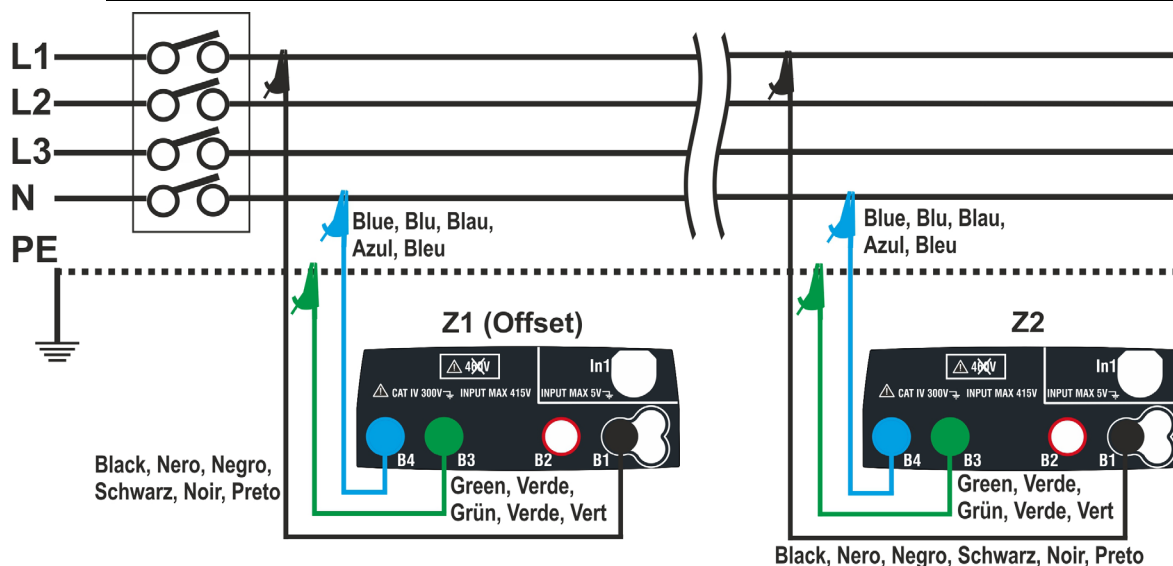

Fig. 34: Collegamento strumento per misura caduta di tensione in modo L-N
6. Passare al punto 9 nel caso in cui sia stato inserito manualmente il valore della **Z1 (Offset)**. **Nel caso in cui NON sia stato inserito manualmente il valore della Z1 (Offset)** collegare lo strumento nel punto iniziale della linea in esame (tipicamente a valle della protezione) in accordo alle Fig. 34 o Fig. 35 al fine di eseguire la prima misura di impedenza **Z1 (Offset)**. In tal caso lo strumento eseguirà la misura di impedenza presente a monte del punto iniziale della linea assumendola come riferimento iniziale. La seguente videata (relativa alla misura L-L) è mostrata a display
9. Collegare lo strumento nel punto finale della linea in esame in accordo alle Fig. 34 o Fig. 35 in modo da eseguire la misura di impedenza a fine linea **Z2**. La videata a fianco è mostrata a display. Notare la presenza a display del valore **Z1 (Offset)** precedentemente misurato